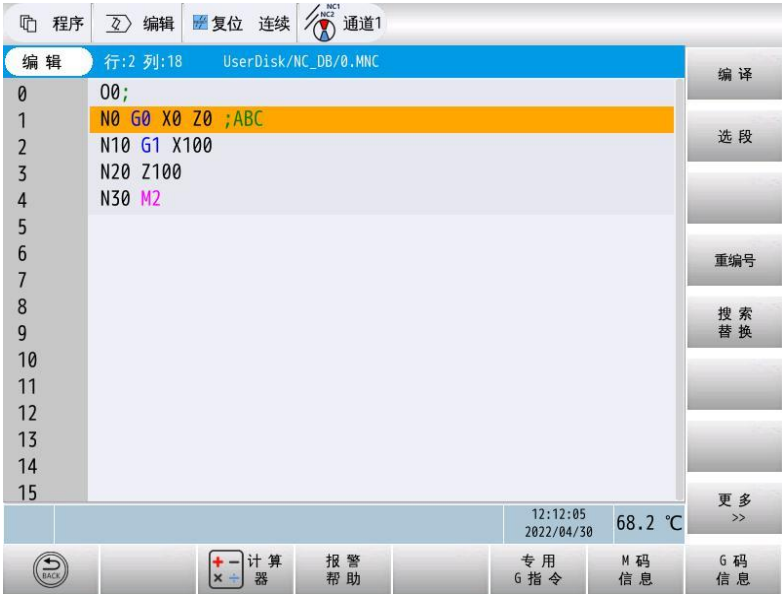

图 4-9 程序注释
- 2) 移动光标，在程序段结束符 “；” 后输入注释字符，如输入 “ABC” 字符串，显示如图 4-9 所示；